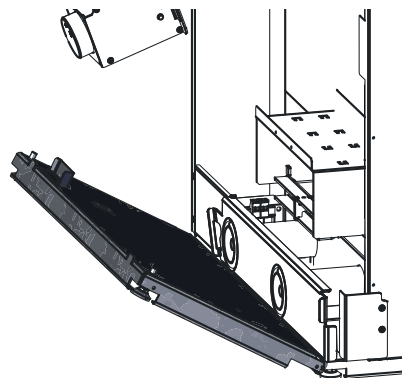

Fig. 61 Agganciare la piastra di base
- ▶ Agganciare la piastra di base sul lato sinistro della caldaia – Fig. 61.